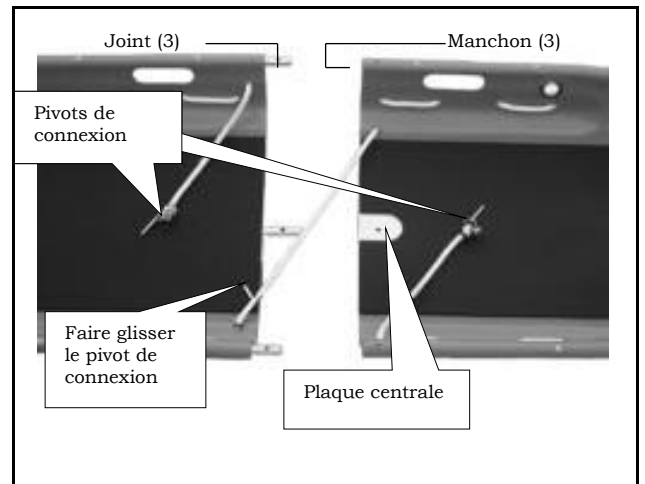

Figure 2 - Union des deux parties de la civière
1. Faire glisser les trois joints de la partie de la civière destinée à recevoir la tête, dans les manchons correspondants de la partie de la civière destinée à recevoir les pieds (figure 2).